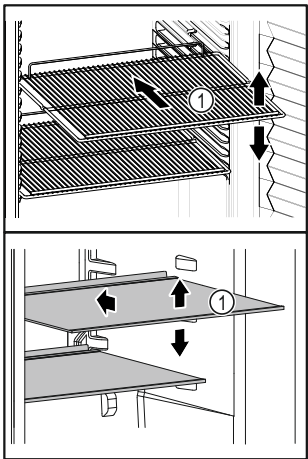

Fig. 65 Beispielhafte Darstellung
- ❑ Wenn Ablageflächen Fig. 65 (1) versetzbar sind, Ablageflächen je nach Höhe anpassen.